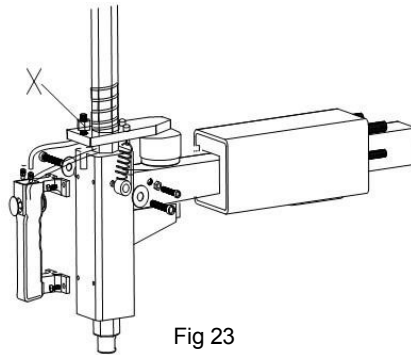

Fig 23
**monteringshuvudets/demonteringshuvudets undersida till fälgen, justera den sexkantiga låsplattan enligt fig. 23 och justera (X).**